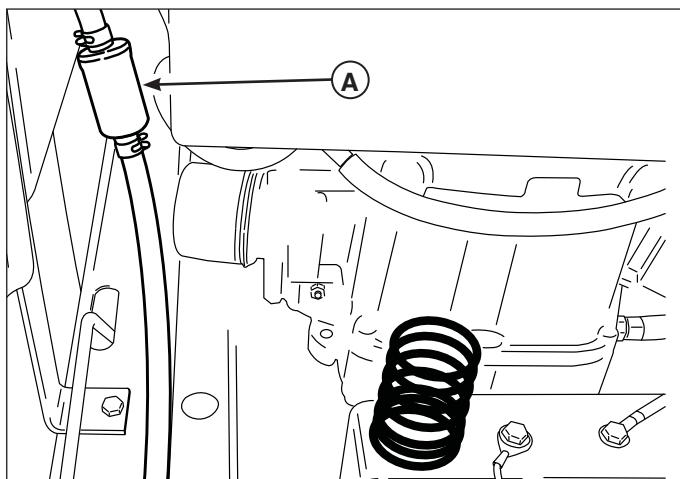

Figura 11. Sustitución del filtro de combustible
- Con tenazas, abra y deslice las grampas del filtro de combustible (A, Figura 11).